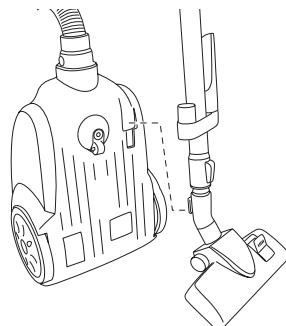

Figure 9
3. Placez l'aspirateur debout. Repliez complètement le tuyau télescopique. À l'arrière de l'aspirateur, à côté de la roue avant, se trouve l'encoche de fixation pour le support du tuyau télescopique (voir la figure 9). Enfoncez le bas du support à accessoire dans l'encoche. Ceci vous permet de ranger l'aspirateur et de le ressortir rapidement, sans avoir besoin de démonter les composants.